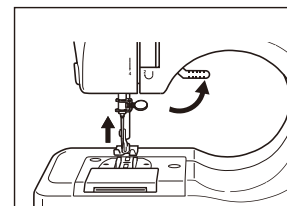

Рис. 7
2. Поднимите подъемник прижимной лапки и поместите ткань, которую хотите сшить, под прижимную лапку (рис. 7).